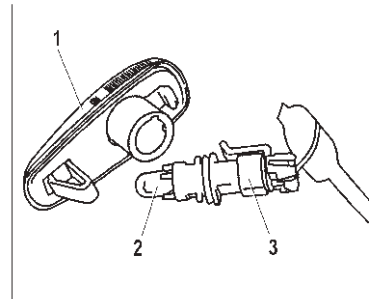

**Рис. 56. Задний фонарь**
- отсоедините колодку проводов 1 (рис. 56);